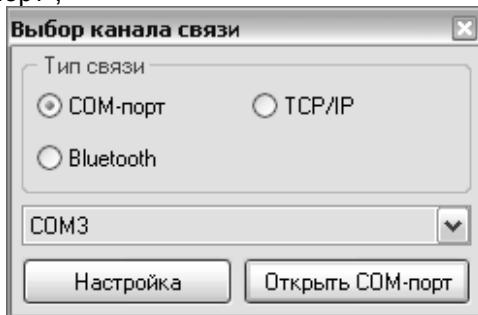

Рисунок 2
- в появившемся окне (рисунок 2) выбрать тип связи и номер СОМ-порта компьютера, к которому подключено устройство, нажать "Открыть СОМ-порт";